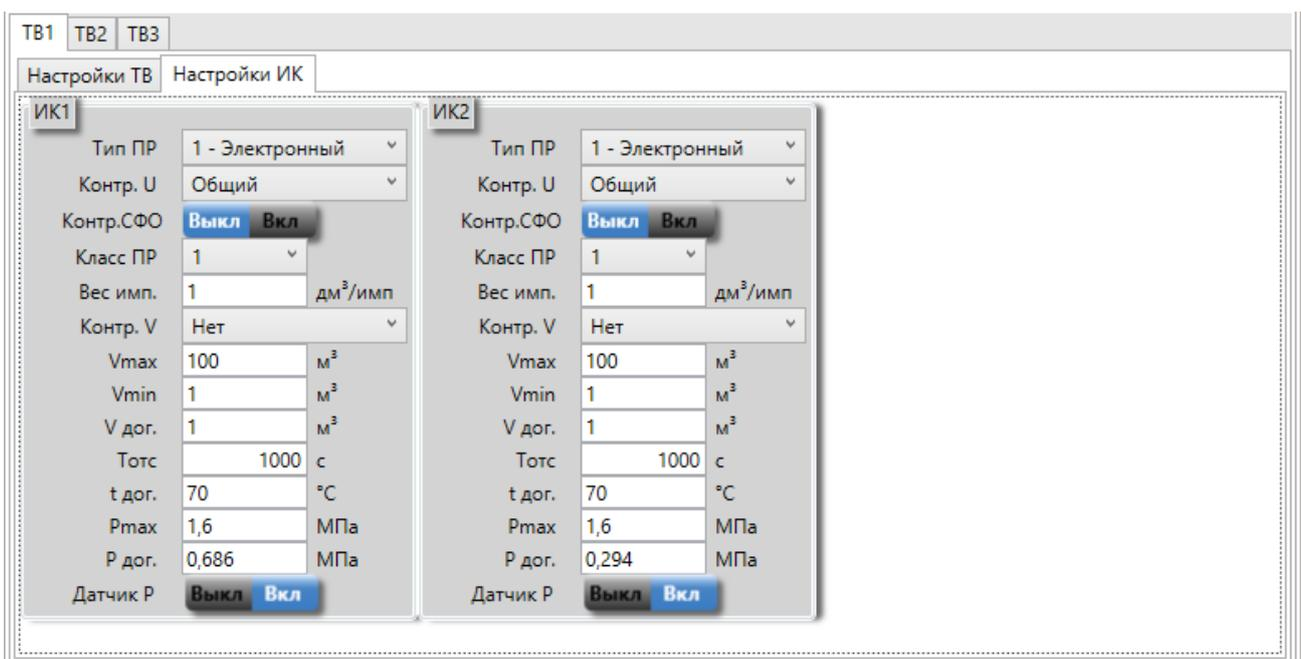

Рисунок 33 – Вкладка «Настройки ИК»
- «Настройки ИК» (Рисунок 33).